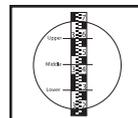

Abb. 7
- Drehen Sie am Okular (4), bis das Fadenkreuz scharf und tiefschwarz zu sehen ist.
- Schauen Sie durch das Okular und drehen Sie den Fokussierknopf (10), bis die Mitte der Messlatte scharf und deutlich zu sehen ist.
- Richten Sie das Fadenkreuz durch Drehen des Seitenfeintriebs (11) auf die Mitte der Messlatte aus.
- Die Höhe lesen Sie an der Messlatte bei der mittleren Linie des Fadenkreuzes ab. Bei metrischen Messlatten wird gewöhnlich bis auf 1 mm genau gemessen. Die auf Abb. 7 gemessene Höhe beträgt 3,456 m.
- Beispiel: In Abb. 7 betragen die Höhen 3,601 m und 3,309 m, d.h. die Entfernung vom Gerät zur Messlatte beträgt $(3,601 \text{ m} - 3,309 \text{ m}) \times 100 = 29,2 \text{ m}$.